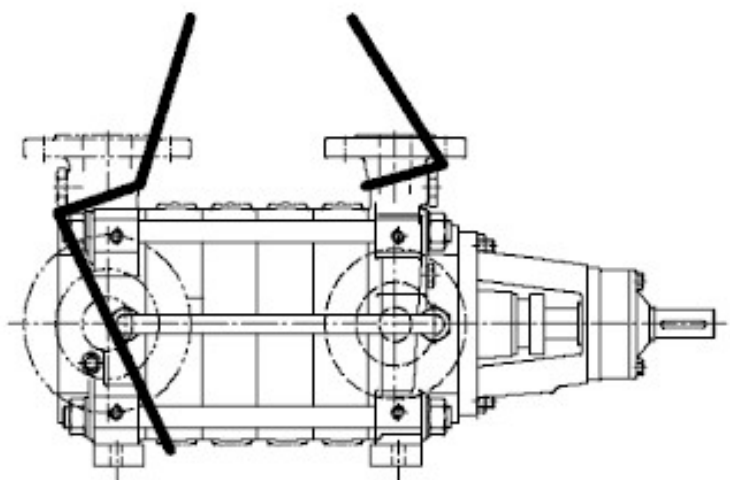
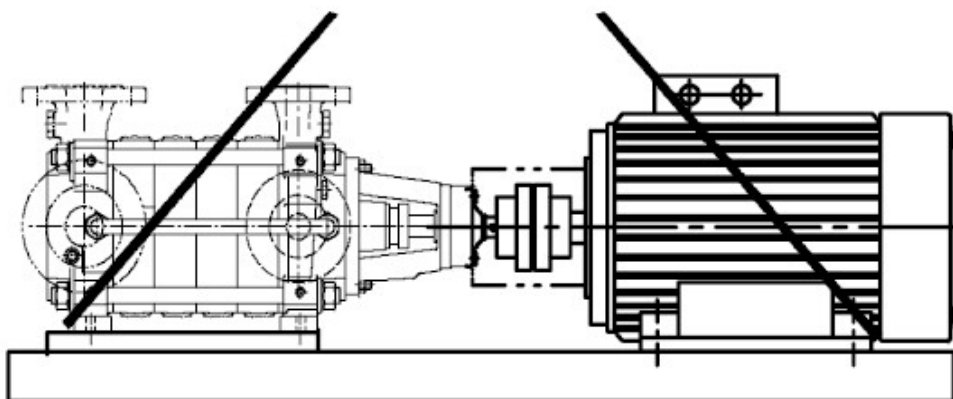

Рис. 1 Схема строповки насоса
Рис. 2 Схема строповки агрегата электронасосного
**Категорически запрещено транспортировать насос с использованием рым-болтов двигателя! Транспортирование насоса производить только согласно схемам строповки (Рис. 1, Рис. 2). Нарушение данного требования может привести к травмам и повреждению оборудования и имущества.**